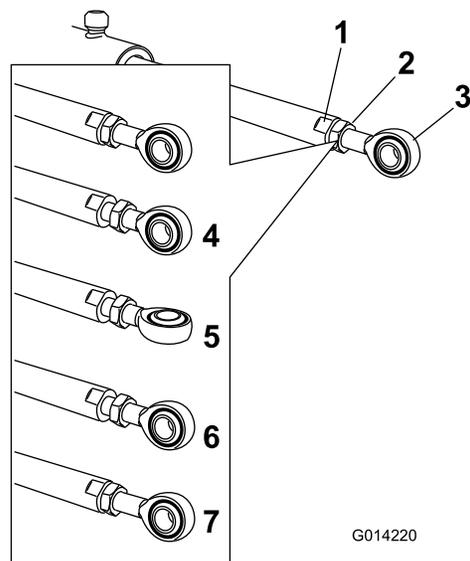

Рисунок 14
5. С помощью ключа, накинутого на плоские грани штока привода, удерживайте его неподвижно, затем ослабьте контргайку, чтобы можно было перемещать шток с проушиной (Рисунок 14).
6. Поверните шток с проушиной в штоке привода, чтобы сократить или удлинить привод для установки в требуемое положение (Рисунок 14).